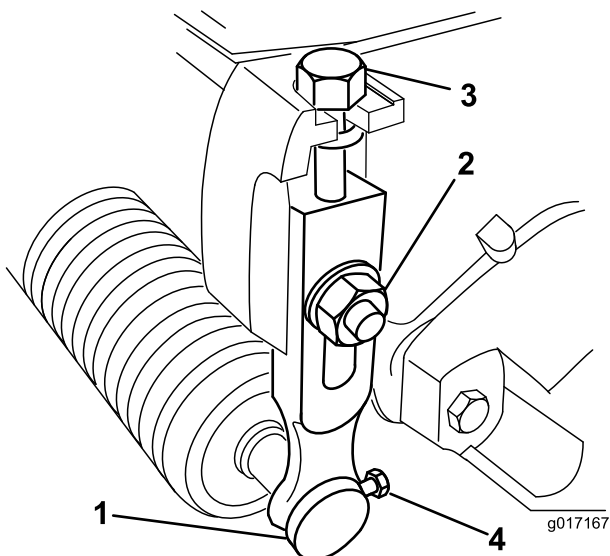

Figura 1
- Afloje los tornillos que sujetan el eje del rodillo delantero a los brazos de ajuste de la altura de corte (Figura 1).
- Retire el rodillo delantero (Figura 1).
- Retire los pernos avellanados, las arandelas y las tuercas que sujetan los brazos de ajuste de la altura de corte a la chapa lateral de la unidad de corte (Figura 1).
- Retire los tornillos de ajuste de los brazos de ajuste de la altura de corte (Figura 1).